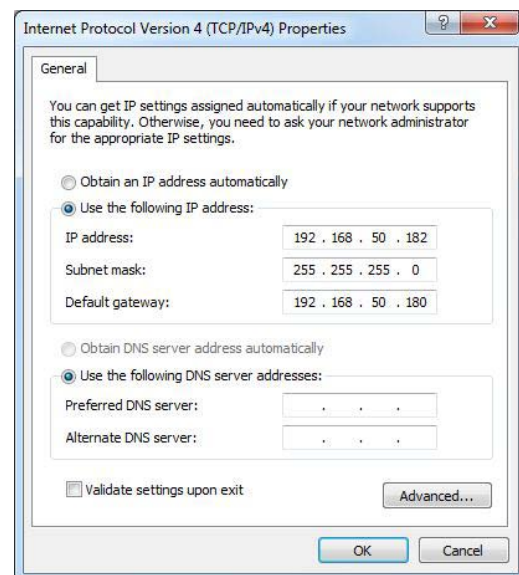

Abbildung 48: TCP/IPv4 Einstellungen
- Wählen Sie "Folgende IP-Adresse verwenden:" und geben Sie folgende Werte ein (siehe Abbildung 48):